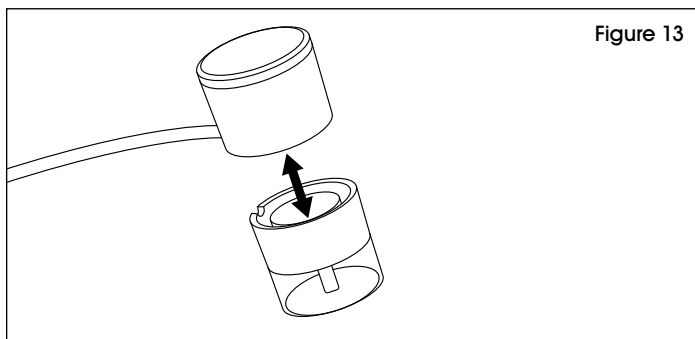

Figure 13
- En tirant des deux mains, séparez la partie inférieure transparente de la scelleuse portable et la poignée supérieure. Insérez l'extrémité de la partie supérieure dans la vanne du contenant. (Voir Figures 13 et 14)